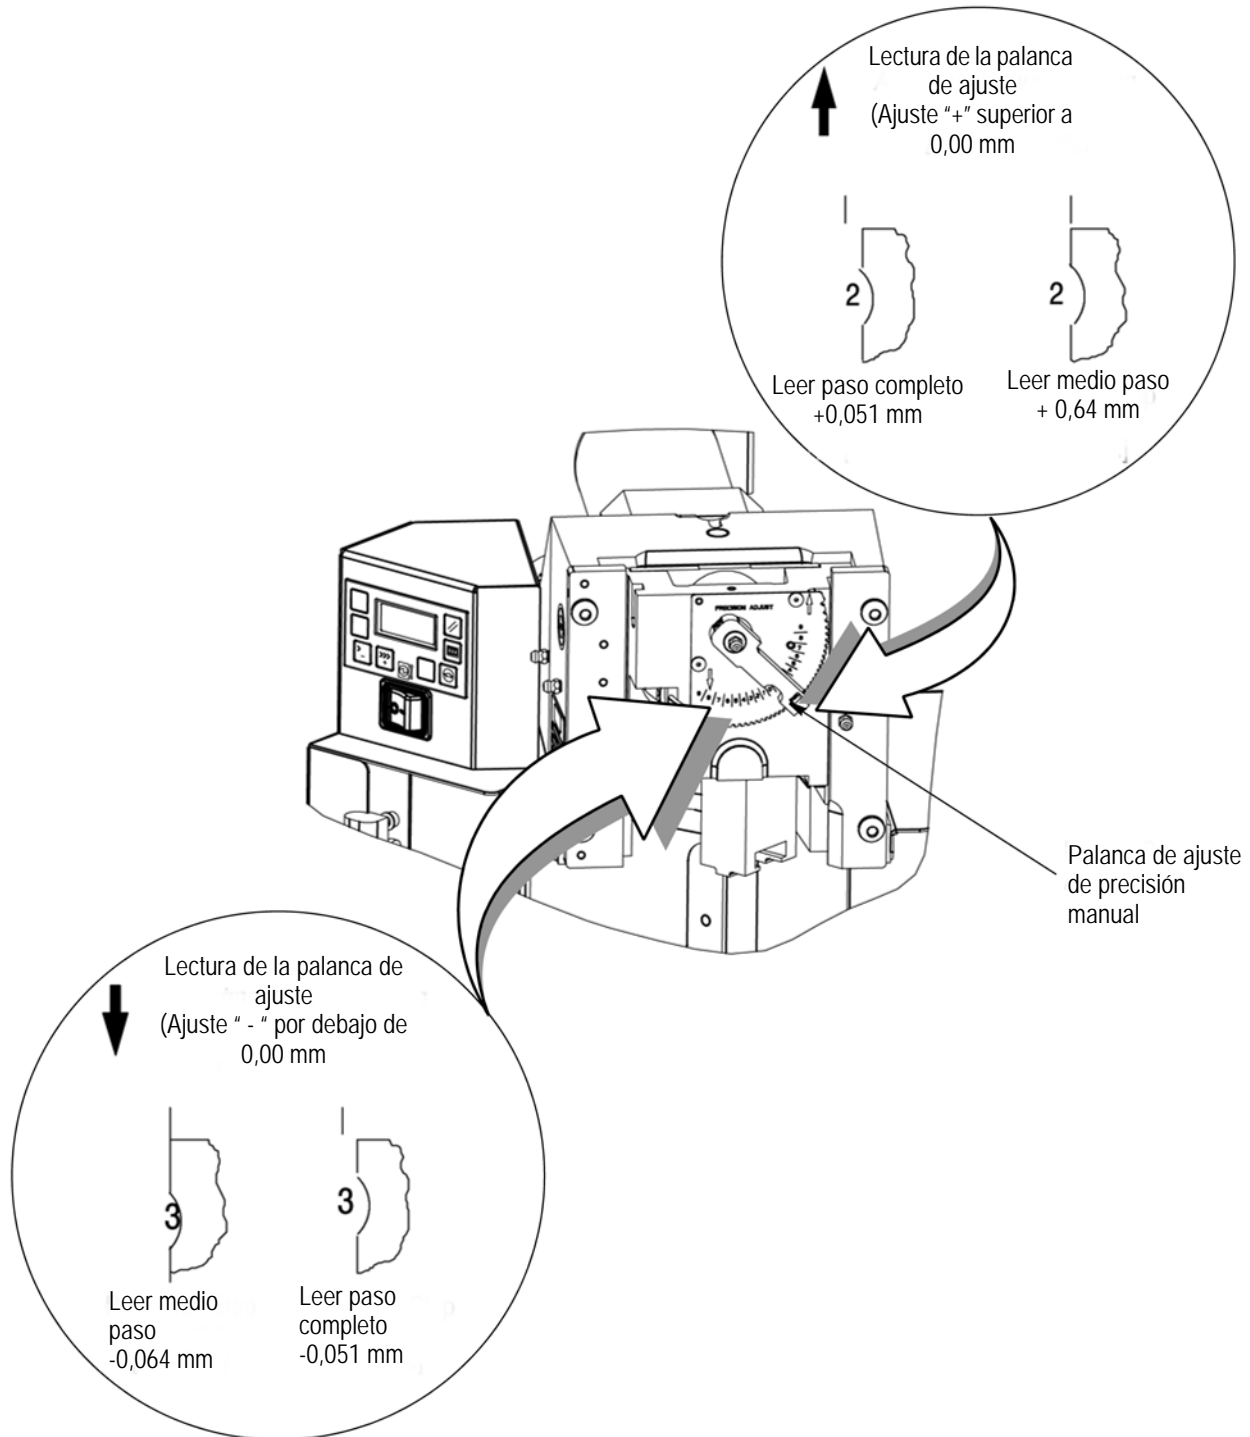

Figura 12
4. Ajuste la altura del engaste moviendo la palanca de ajuste de precisión (Figura 12):